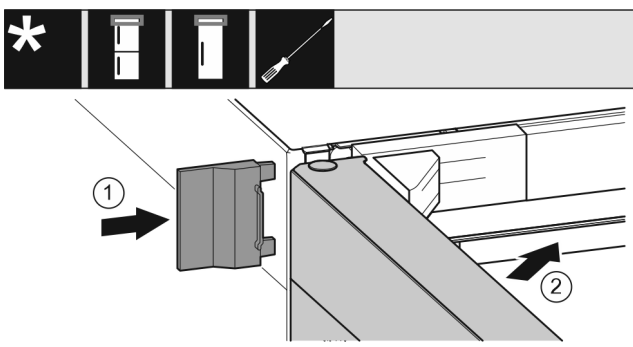

Fig. 21
- ▶ Buitenste afdekking erop schuiven. *Fig. 21 (1)*
- ▶ Bovenste deur sluiten. *Fig. 21 (2)*